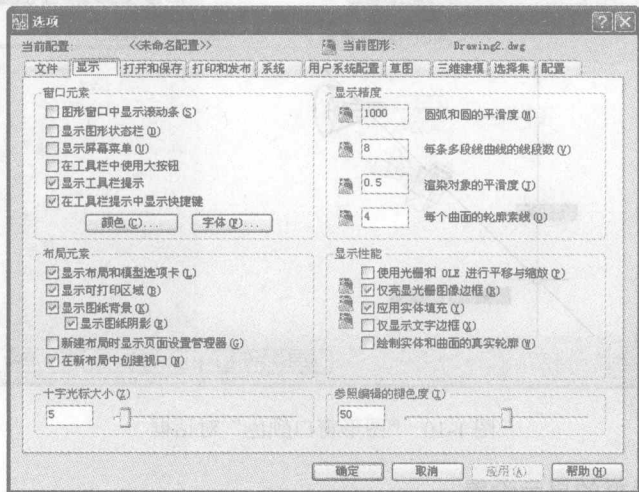
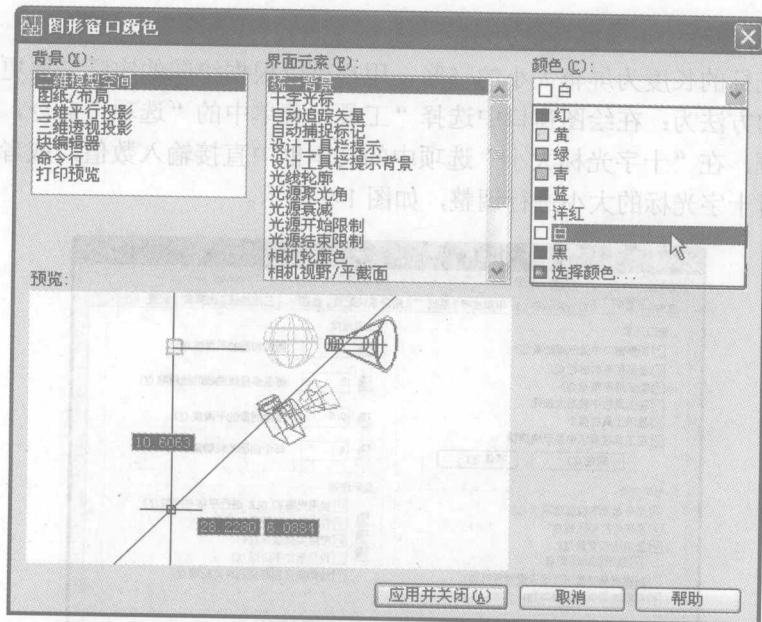

图 1-9 “选项”对话框中的“显示”选项卡
图 1-10 “图形窗口颜色”对话框
系统预设光标的长度为屏幕大小的 5%，用户可以根据绘图的实际需要更改其大小。改变光标的大小的方法为：在绘图窗口中选择“工具”菜单中的“选项”命令，屏幕上将显示“选项”对话框，在“十字光标大小”选项中的文本框中直接输入数值，或者拖动文本框后的滑块，即可对十字光标的大小进行调整，如图 1-9 所示。
1) 在图 1-9 所示的选项卡中单击“窗口元素”选项组中的“颜色”按钮，打开如图 1-10 所示的“图形窗口颜色”对话框。